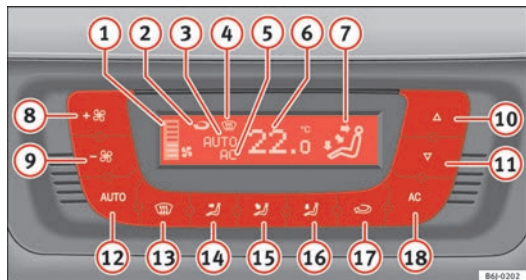

Abb. 91 In der Instrumententafel: Bedienelemente Climatronic
- Drücken Sie die Tasten ⑩ und ⑪ ⇒ Abb. 91 um die Temperatur einzustellen.
- ① Anzeige der Gebläsestufe
- ② Anzeige für Umluftstellung
- ③ Anzeige **AUTO** (Automatikbetrieb)
- ④ Defrost-Anzeige
- ⑤ Anzeige AC (Klimaanlage ist eingeschaltet)
- ⑥ Anzeige der gewählten Innenraumtemperatur
- ⑦ Anzeige der Luftstromrichtung
- ⑧ Erhöhung der Gebläseleistung
- ⑨ Verringerung der Gebläseleistung
- Drücken Sie die Taste **AUTO**. Die Anzeige $\Rightarrow$ Seite 129, Abb. 91  erscheint.
- Drücken Sie die Tasten  und  $\Rightarrow$ Seite 129, Abb. 91 um die im Fahrzeuginnenraum gewünschte Temperatur einzustellen. Es wird empfohlen, eine Temperatur von 22°C (72°F) einzustellen.
- Drücken Sie eine der Tasten → Seite 129, Abb. 91  bis  oder drücken Sie den Gebläseregler  und . Die Anzeige  erlischt.
Das Gebläse kann mit den Tasten  und  eingestellt werden → Seite 129, Abb. 91. Ist das Gebläse ausgeschaltet (am Display wird keine Gebläsestufe
- Drücken Sie die Taste , um den Umluftbetrieb ein- oder auszuschalten. Der Umluftbetrieb ist eingeschaltet, wenn das Symbol  → Seite 129, Abb. 91 im Display angezeigt wird.